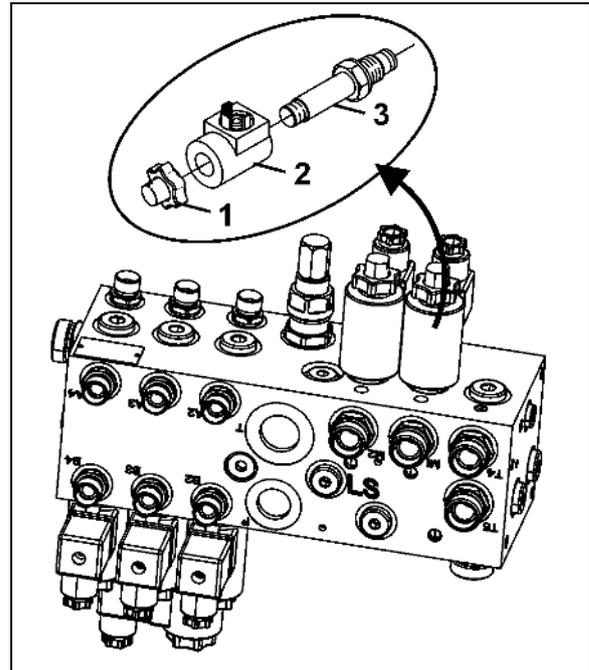

Fig. 59
2. Magnetkappe (Fig. 59/1) abschrauben.
3. Magnetspule (Fig. 59/2) abnehmen.
4. Ventilstange (Fig. 59/3) mit Ventilsitzen herausdrehen und mit Druckluft oder Hydrauliköl säubern.